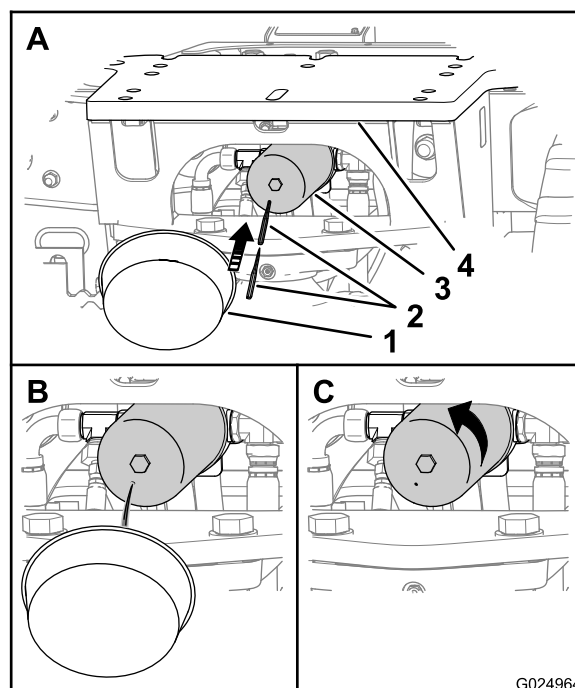

Figure 112
Remarque: Vous pouvez accéder au filtre de retour hydraulique sous la plaque d'accessoire arrière de la machine (Figure 112).
1. Placez un bac de vidange sous le filtre de retour hydraulique (Figure 112).
2. Percez le fond du filtre de retour hydraulique et vidangez le restant de liquide hydraulique dans le bac (Figure 112).
3. Tournez le filtre de retour hydraulique dans le sens antihoraire pour le déposer (Figure 112).